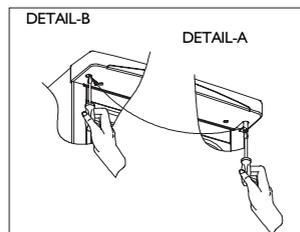

Abb. 6
4. Den rechtsseitigen Zapfen abschrauben (Abb. 6/Detail-A) und links einschrauben (Abb. 6/Detail-B)